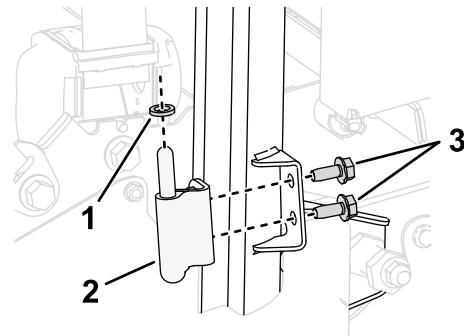

Figura 7
1. Fissate, senza serrarla, la cerniera inferiore alla staffa sul tubo del ROPS utilizzando 2 viti (5/16" x $\frac{3}{4}$ "), come illustrato nella Figura 7.